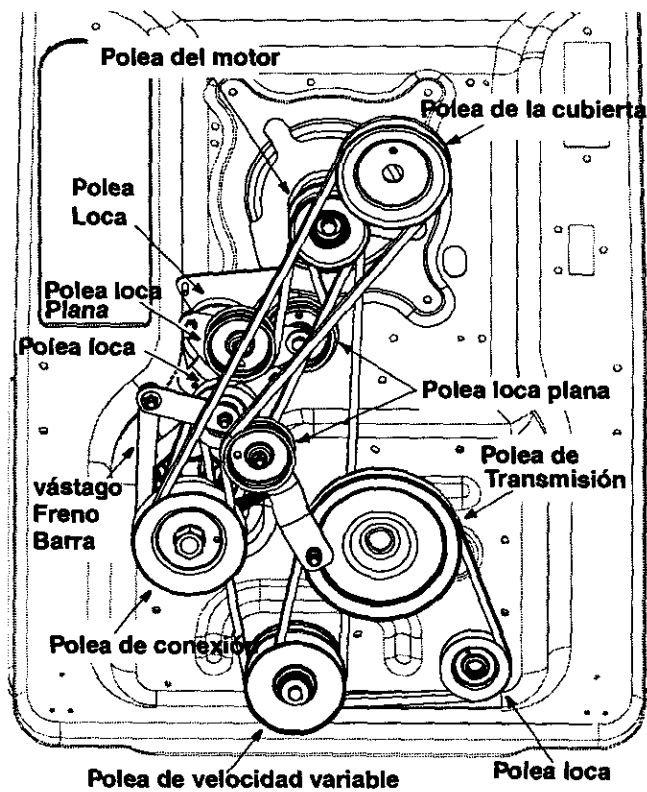

Figura 25
1. Siga Figura 25 para conocer más acerca de la colocación y descripción de las correas y poleas en este equipo.